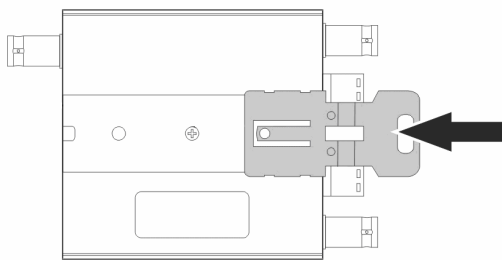

Рис.2.2 Монтаж крепления
- Сместите крепежный элемент к центру устройства до фиксации (рис.2.2);